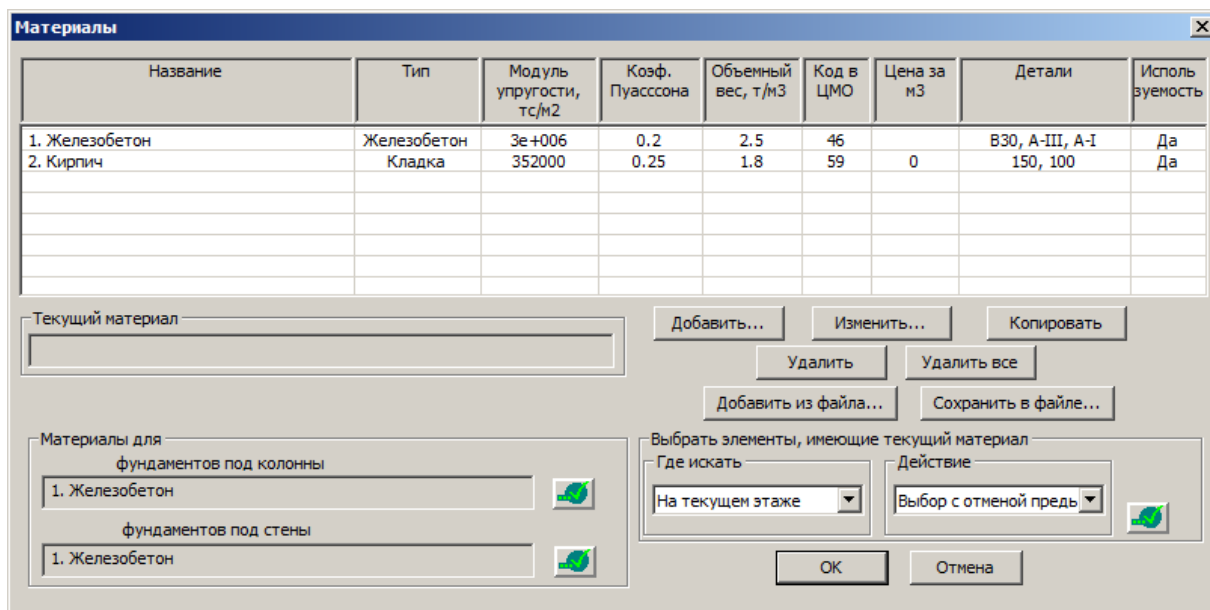

Рис.15.2.2. Окно диалога **Материалы**
- В окне диалога **Материалы** (рис. 15.2.2), нажмите кнопку **Добавить**.